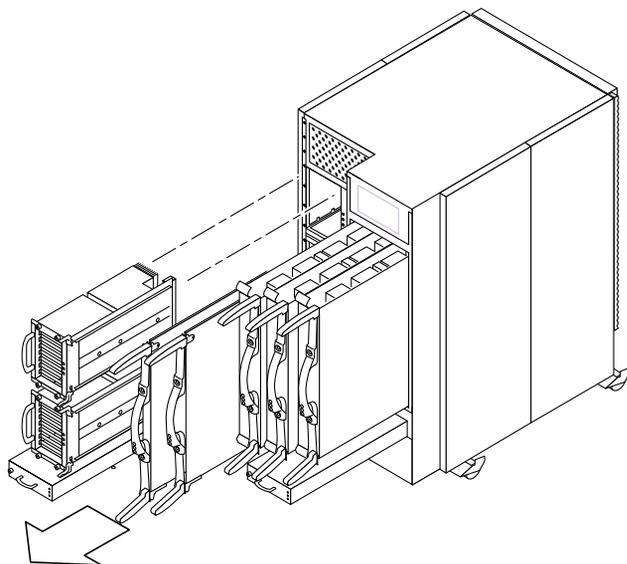

図 11-13 下部のファントレー、CPU/メモリーボード、および I/O アセンブリの取り外し — Sun Fire E4900 システム
5. システム背面で、下部の 2 つのファントレーおよびすべてのボードを取り外します (図 11-13)。
11. システムの背面で、2 つの下部ファントレーアセンブリおよびボードを取り付けます (図 11-13)。